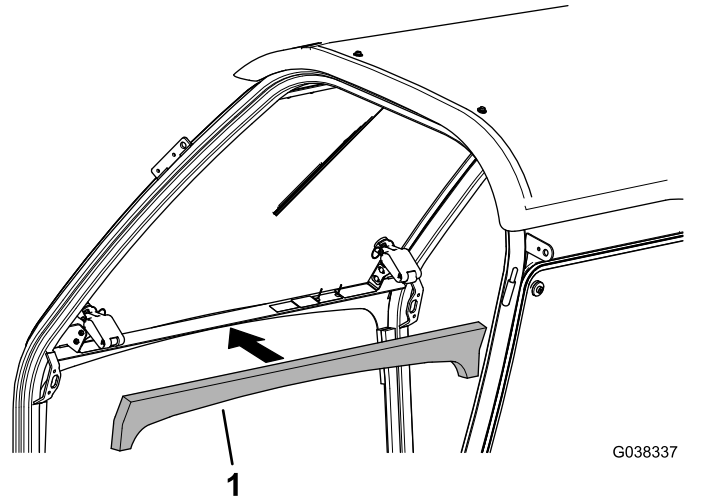

Figur 9
2. Fjern de tre skruene og tre mutterne som fester venstre håndtak, og fjern det (Figur 9).
- Monter det venstre håndtaket du fjernet tidligere, med de tre skruene og tre mutterne (Figur 9).